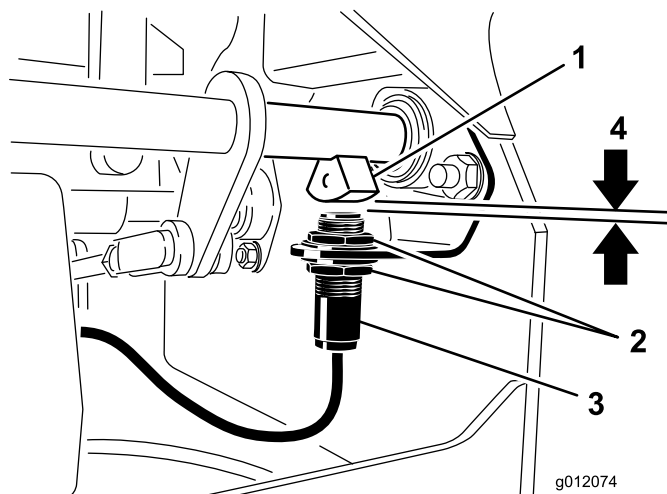

Figura 53
4. Desloque o interruptor para cima ou para baixo no suporte até que a distância entre o sensor do eixo do travão e o êmbolo do interruptor seja de 3,9 mm (Figura 53).